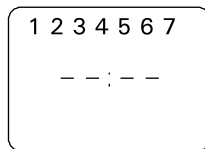

Рисунок 13
- для подтверждения выбора однократно нажмите кнопку программирования [Ch], после чего дисплей выглядит, как на рисунке. (Рис. 13)